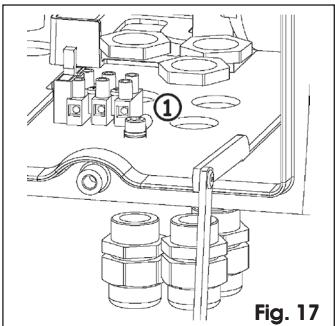

Fig. 17
- Monte los tres sujetacables suministrados en dotación en los correspondientes orificios, situados debajo del cuerpo motor Fig. 17 ref. ①, respetando la orientación indicada en la Fig. 17.